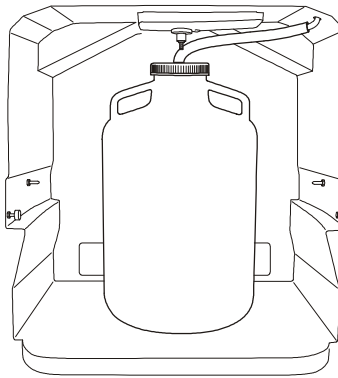

Figure 2-5 Configuration à 1 flacon de 20 L avec le tuyau de prélèvement introduit dans l'orifice de la capsule¹⁵
6. Introduisez le tuyau de prélèvement dans l'orifice de la capsule (voir Figure 2-5).